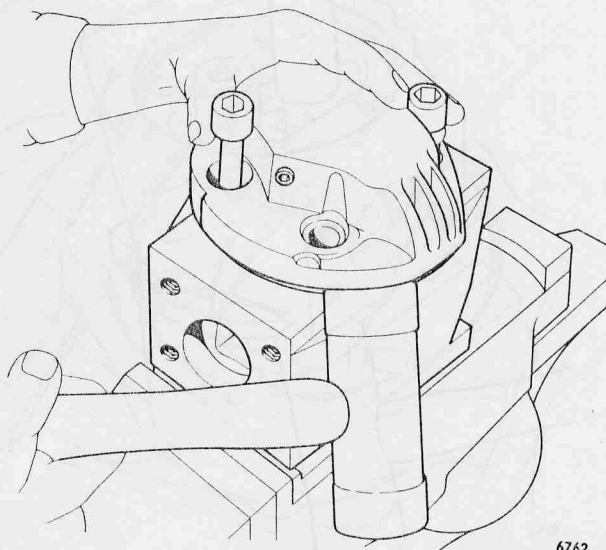

Fig 161. Demontering av lock.
3. Ta bort locket 14, se fig 161. OBS! Bänd inte isär hussektionerna med mejsel eller verktyg, de maskinbearbetade ytorna kan lätt skadas.